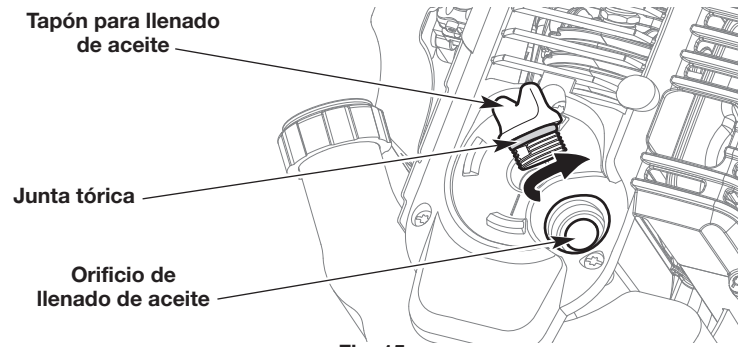

Fig. 15
3. Limpie la zona que rodea el tapón de llenado de aceite (Fig. 15) a fin de evitar que ingresen residuos en el orificio de carga de aceite (Fig. 15).
7. Compruebe que la junta tórica esté en su lugar en el tapón de llenado de aceite (Fig. 15).
1. Limpie la zona que rodea el tapón de llenado de aceite (Fig. 15) a fin de evitar que ingresen residuos en el orificio de carga de aceite.